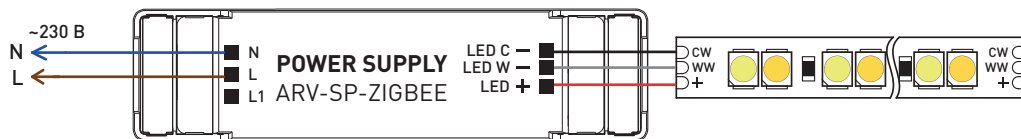

Рис. 2. Схема подключения двухканального источника питания
- 3.7. Подключите светодиодную нагрузку согласно схеме, поставяемой с этой нагрузкой, к выходным клеммам источника питания со стороны **OUTPUT**, строго соблюдая полярность: «общий +» на нагрузке — к «плюсовому» выходу источника (LED+), «холодный белый -» на нагрузке — к «минусовому холодному белому» выходу источника (CW-), «теплый белый -» на нагрузке — к «минусовому теплому белому» выходу источника (WW-) (пример подключения на рис. 2).